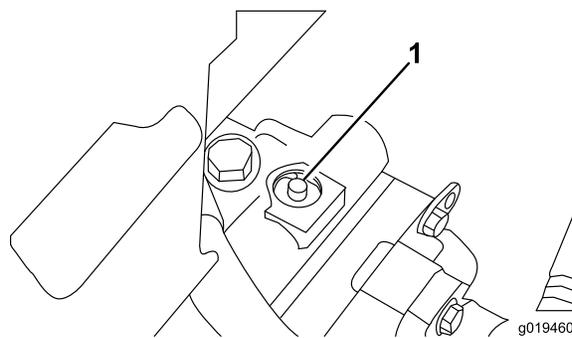

図 37
- バイパスバルブは可変吐出ポンプ（図 37）の上部に取り付けられている。バルブを右または左に90° 回転させると内部でバイパスが形成される。これにより、トランスミッションを破損することなく、機械を押して低速で移動できるようになる。